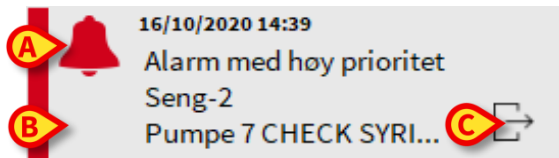

Fig. 99
I meldingsboksen (Fig. 99) vises følgende informasjon:
- Ikon som karakteriserer meldingstypen (Fig. 99 A).
- Ikon som angir meldingskategorien (for eksempel: «Guided Relay-melding» – Fig. 99 B).
- En **Ringe**-knapp (Fig. 99 C). Knappen får tilgang til pasientstasjonen hvor varslingen ble vist.